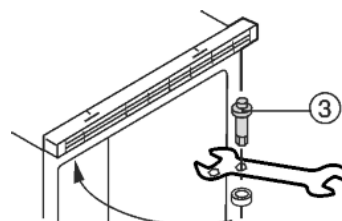

Fig. 3
- ▶ Svitare il perno della cerniera superiore Fig. 3 (3) e avvitare fermante sul lato opposto a 4 Nm.
► Agganciare la porta nei perni della cerniera Fig. 3 (3) in alto e chiuderla.